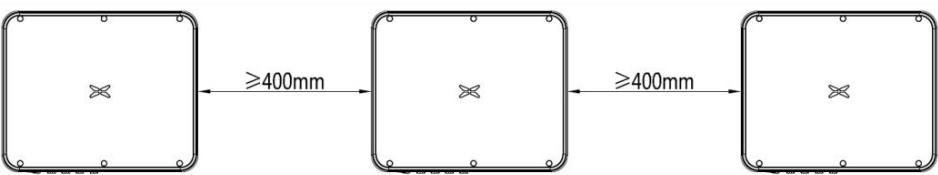

图 4.5 并排安装尺寸要求
(3) 安装多台逆变器时，需要在逆变器之间预留一定的间距，左右间距如图 4.5 所示，同时逆变器上下部分均需留出足够的距离，以确保其散热良好。